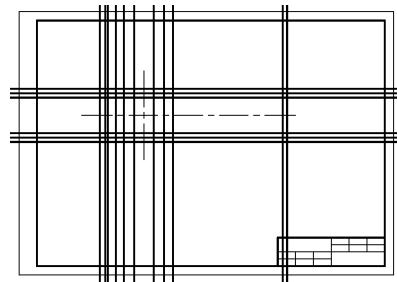

图 11-5 绘制构造线示例
2) 绘制水平和垂直构造线。选择“粗实线”图层为当前图层，选择“绘图”面板→“构造线”命令，系统提示：“指定点或 [水平(H)/垂直(V)/角度(A)/二等分(B)/偏移(O)]：”输入 O，指定轴线为水平方向的定位线，分别给出偏移距离“20”“25”“30”，绘制水平构造线。指定孔的中心线为竖直方向的定位线，向右分别给出偏移距离“11”“23”“10”“133”“138”；向左分别给出偏移距离“9”“18”“21”“27”，绘制出垂直构造线，如图 11-5 所示。